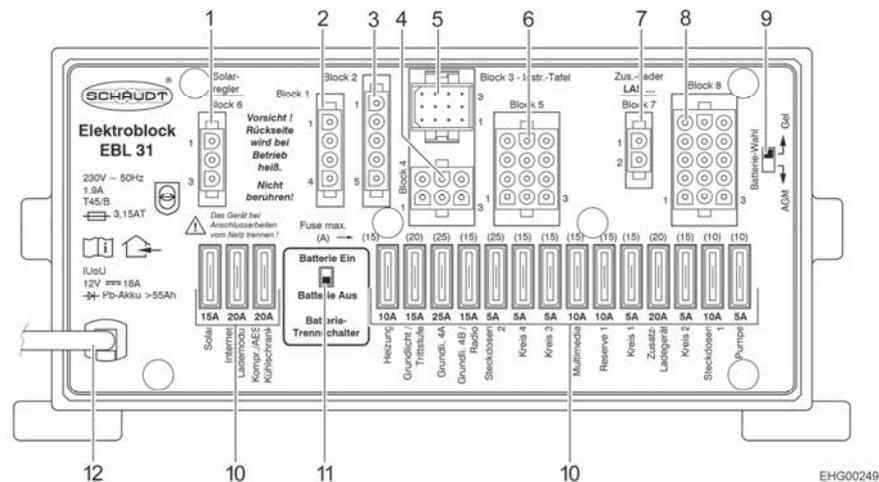

Fig. 78 Bloque eléctrico (EBL 31)
- ▷ Los consumidores como el cargador, el regulador de carga solar, el panel o similares, toman corriente de la batería, incluso al estar desconectado el interruptor principal de 12 V en el panel (Fig. 79,6). Por ello, situar el separador de batería (Fig. 78,11) en el bloque eléctrico en "Batterie Aus" (batería Off), cuando el vehículo no se utilice durante un tiempo prolongado.